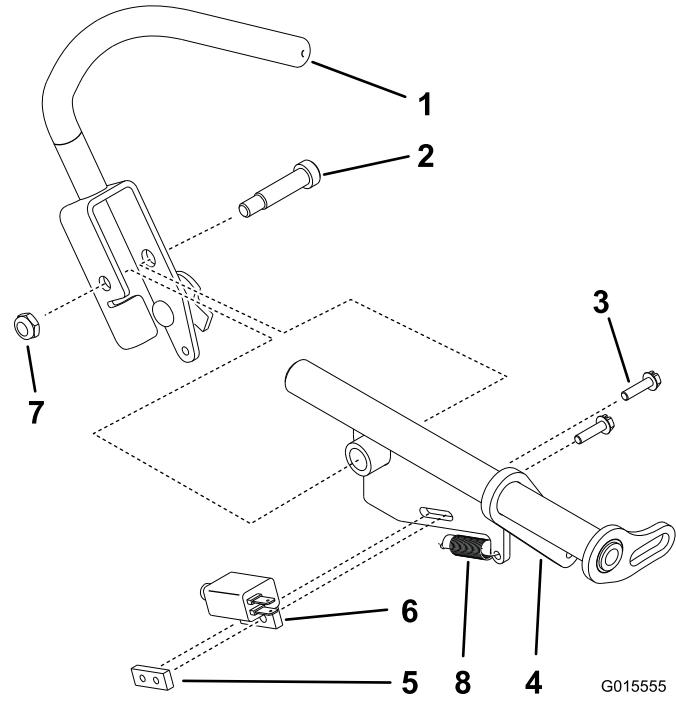

Figura 7
- Desconecte el muelle del soporte de control de movimiento derecho (Figura 7).
- Retire el interruptor del soporte de control de movimiento derecho (Figura 7).
- Retire el perno de cuello largo y la palanca de control de movimiento derecha del soporte de control de movimiento derecho (Figura 7).
- Instale la palanca de control de movimiento derecha en el soporte de control de movimiento nuevo con el perno de cuello largo y la contratuerca existentes (Figura 7).
- Instale el interruptor CPO existente con los tornillos y la tuerca del interruptor existentes en el soporte de control de movimiento nuevo (Figura 7).
- Conecte el muelle existente al soporte de control de movimiento derecho y a la palanca de control de movimiento derecha (Figura 7).